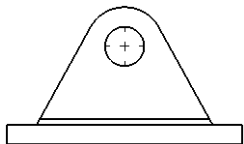

图 9.2.5 隐藏主视图切边
Step6. 隐藏主视图切边。选取主视图右击, 在弹出的快捷菜单中选取 **切边** → **切边不可见(C)** 命令, 结果如图 9.2.5 所示。